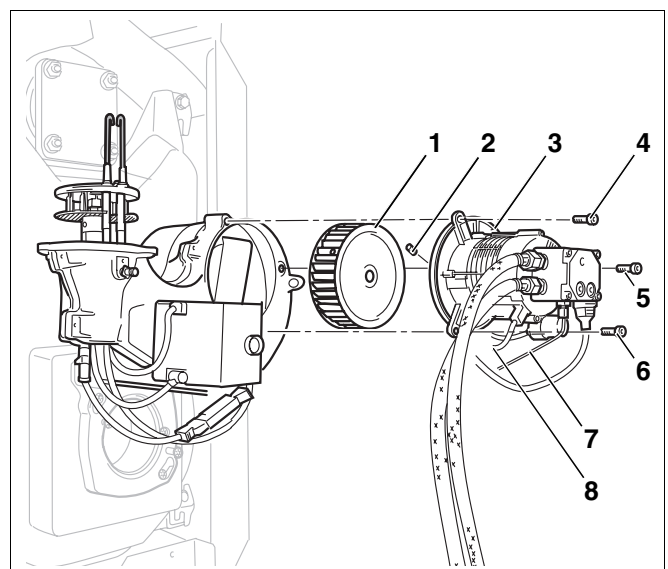

Abb. 25 Gebläserad reinigen oder austauschen
- Motorstecker (Abb. 25, **Pos. 8**) und Magnetventilstecker abziehen.
- Ölrohr (Abb. 25, **Pos. 7**) von der Ölpumpe abschrauben.
- Flanschschrauben (Abb. 25, **Pos. 4–6**) vom Motor lösen.
- Motor (Abb. 25, **Pos. 3**) mit Gebläserad (Abb. 25, **Pos. 1**) abnehmen.
- Optische Kontrolle des Gebläserades (Abb. 25, **Pos. 1**), ggf. reinigen oder austauschen.
- Zum Austauschen des Gebläserades (Abb. 25, **Pos. 1**) Gewindestift (Abb. 25, **Pos. 2**) lösen.
- Motor (Abb. 25, **Pos. 3**) mit Gebläserad (Abb. 25, **Pos. 1**) wieder anschrauben. Der Abstand des Gebläserades (Abb. 25, **Pos. 1**) zum Motorflansch muss 0,5–0,8 mm betragen.
- Ölrohr (Abb. 25, **Pos. 7**) an Ölpumpe montieren.
- Motorstecker (Abb. 25, **Pos. 8**) und Magnetventilstecker einstecken.